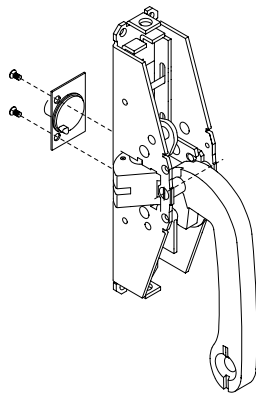
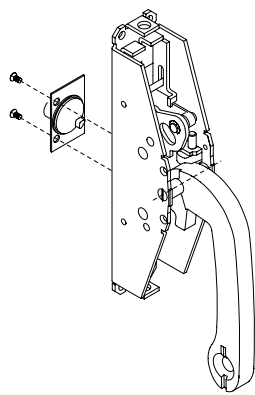

FIG. 7A
FIG. 7B
**NEL CASO DI MONTAGGIO CON COMANDI ESTERNI** inserire l'ingegno sulla scatola principale del maniglione **FACENDO ATTENZIONE ALL'ORIENTAMENTO DELL'APPENDICE DI PRESA DELL'INGEGNO** come evidenziato in fig. 7A nel caso di maniglioni di mano SX e fig. 7B nel caso di maniglioni di mano DX. Fissare il piastrino alla scatola utilizzando le due viti da M3 x 6 in dotazione.
**IN THE CASE OF PANIC EXIT DEVICE WITH OUTSIDE OPERATION DEVICE** insert the bit on the main casing of the panic exit device **TAKING CARE WITH THE DIRECTION OF THE APPENDICES OF THE BIT GRIP** as shown in Fig. 7A for left-handed SX panic exit devices and Fig. 7B for right-handed DX ones. Fix the plate to the casing using the two M3 x 6 screws provided.
**EN CAS DE MONTAGE AVEC LES COMMANDES EXTERIEURES** introduire le panneton sur le coffre principal de la poignée anti-panique **EN FAISANT ATTENTION A L'ORIENTATION DE L'APPENDICE DE PRISE DU PANNETON** d'après la fig. 7A en cas de poignées anti-panique de main GAUCHE et la fig. 7B en cas de poignées anti-panique de main DROITE. Fixer la plaquette sur le coffre au moyen des deux vis M3 x 6 fournies.
**EN CASO DE MONTAJE CON MANDOS EXTERNOS,** inserte la leva en el cofre principal de la barra. **PRESTANDO ATENCIÓN A LA ORIENTACIÓN DEL SALIENTE DE SUJECCIÓN DE LA LEVA,** tal como se muestra en la Fig. 7A para las barras de mano izquierda, y Fig. 7B para las barras de mano derecha. Fije la plaqueta al cofre utilizando los dos tornillos M3 x 6 suministrados.
**VOOR MONTAGE MET EXTERNE BEDIENINGEN** het slotsysteem op de hoofdkast van het anti-paniekslot aanbrengen **OP HET GRIPUIEINDE VAN HET SLOTSYSTEEM TE LETTEN,** overeenkomstig afb. 7A voor linkse sloten en afb. 7B voor rechtse sloten. De plaat met de twee meegeleverde schroeven M3 x 6 op de kast bevestigen.
**WENN AUSSSENGRIFFE MONTIERT WERDEN** wird der Zylindernocken auf dem Hauptkasten des Türdrückers eingesetzt, dabei **AUF DIE RICHTUNG DES ZYLINDERNOCKEN-ENDSTÜCKS ACHT GEBEN,** siehe Abb. 7A - für Türdrücker mit linker Öffnungsrichtung und Abb. 7B für Türdrücker mit rechter Öffnungsrichtung. Dann befestigt man die Platte auf dem Hauptkasten, dazu verwendet man die beiden im Lieferumfang enthaltenen Schrauben M3x6.